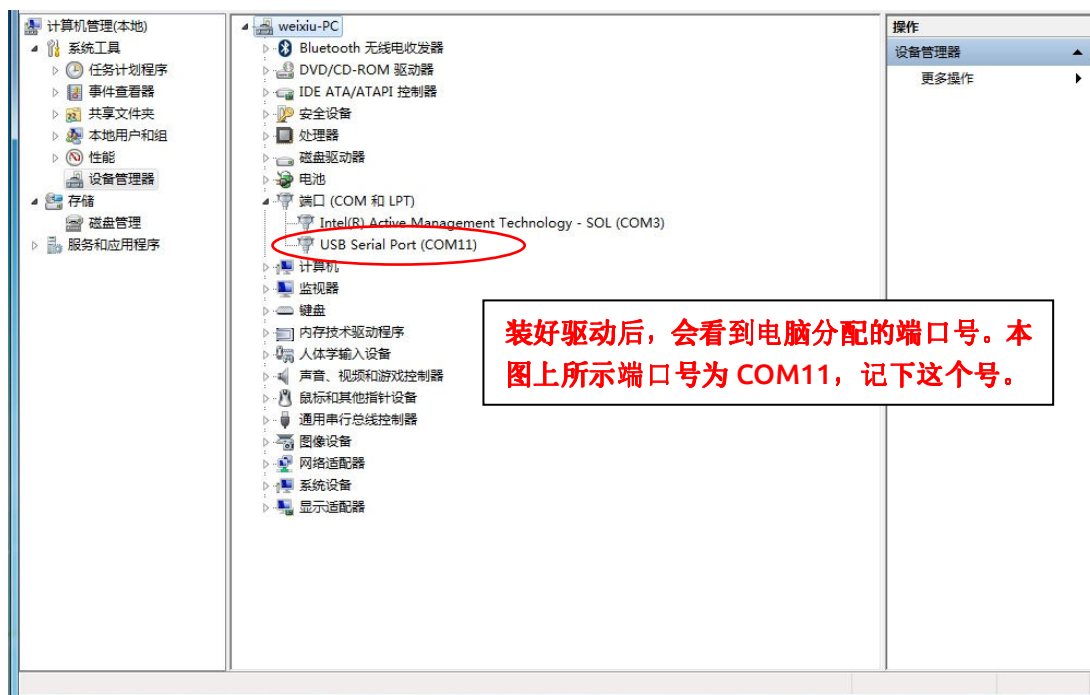

图 1 已在电脑上装好数据线的驱动
- 3、打开电脑上“我的计算机”里面的“设备管理”, 查看数据线串口编号。如图 1 所示。